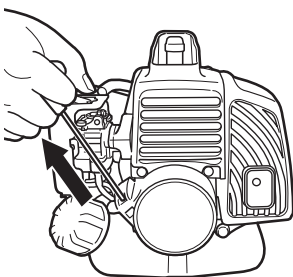

Fig. 25
3. Tirez vivement sur la corde du lanceur en accompagnant son retour, sans relâcher brusquement la poignée. (Fig. 25)